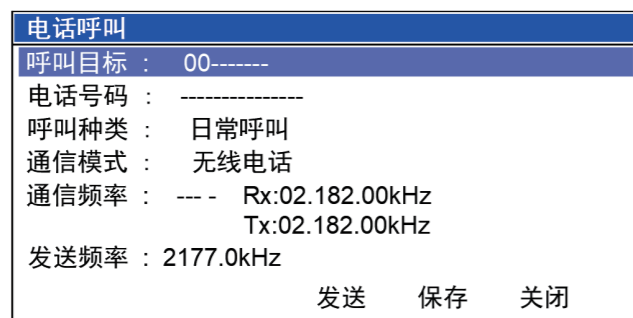

图5.4.1
- b:使用频道旋钮选择<电话呼叫>项，按 [确认] 键打开编辑界面，如图5.4.1所示。